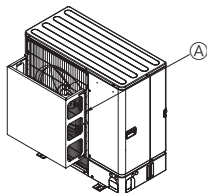
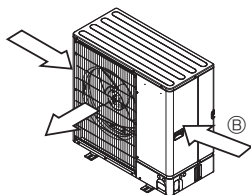

Fig. 2-4
Fig. 2-5
- ② Asenna lisäilmanohjain, jos yksikkö sijoitetaan sellaiseen paikkaan, jossa esim. myrskytuulet pääsevät puhaltamaan suoraan ilman ulostuloon. (Fig. 2-4)
- ③ Ilmanohjain ulostulossa
- ④ Sijoita yksikkö siten, että ulos tuleva ilma virtaa kohtisuoraan vuodensajalle tyypillisen tuulensuunnan suhteen, mikäli vain mahdollista. (Fig. 2-5)
- ⑤ Tuulen suunta